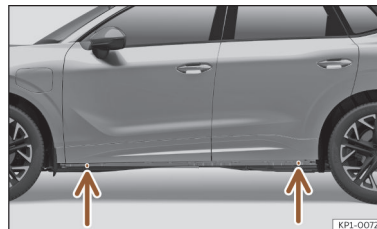

Fig. 242 Pontos de apoio do macaco.
- Procure na longarina a marca do ponto de apoio do macaco (zona afundada) mais próximo da roda a substituir >>> **Fig. 242.**